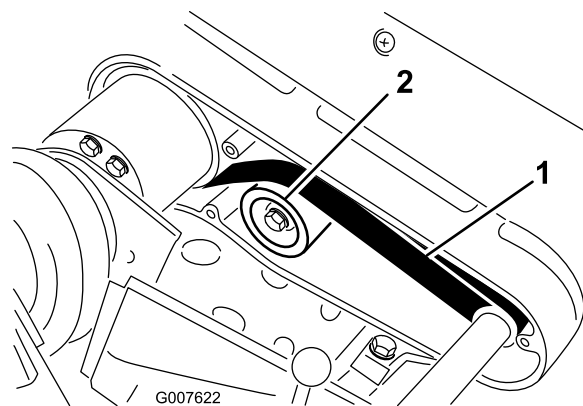

Bild 32
2. Prüfen Sie die Spannung. Bringen Sie hierfür eine Kraft von 2,3 bis 2,7 kg in der Mitte zwischen den Riemscheiben an (Bild 32). Der Riemen muss sich 6 mm durchbiegen lassen.
- A. Lösen Sie die Befestigungsmutter der Spannscheibe und drehen Sie die Spannscheibe nach rechts gegen die Rückseite des Riemen, bis Sie die gewünschte Riemenspannung erzielt haben (Bild 32).